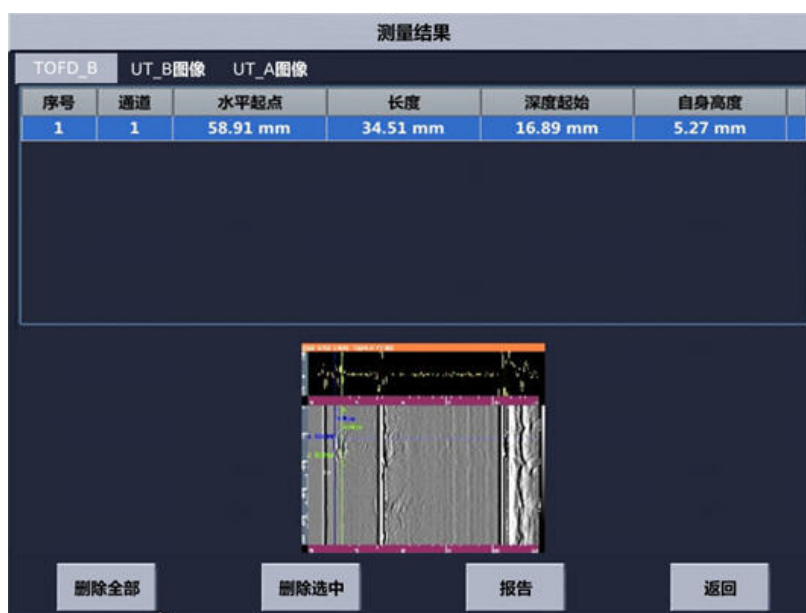

图 3-15 TOFD 测量结果
6) 点击“测量结果”可以查看测量结果，如图 3-15 所示。